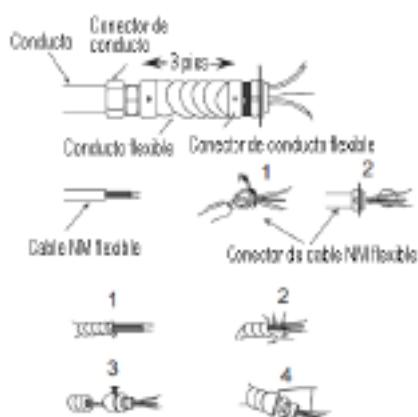

Figura 6. Conectores, cable y demás elementos utilizados para el cableado del calefactor
**NOTA:** A todo el cableado lo debe realizar un electricista certificado y se debe efectuar de conformidad con los códigos nacionales y locales de electricidad de Estados Unidos. Es posible que se necesiten conductos en el caso de determinadas aplicaciones; consulte la figura 6. Verifique los códigos locales de electricidad. Si se tiende el cableado en conductos y se desea girar el calefactor, asegúrese de comprar una cantidad suficiente de conducto flexible que permita girar el calefactor.